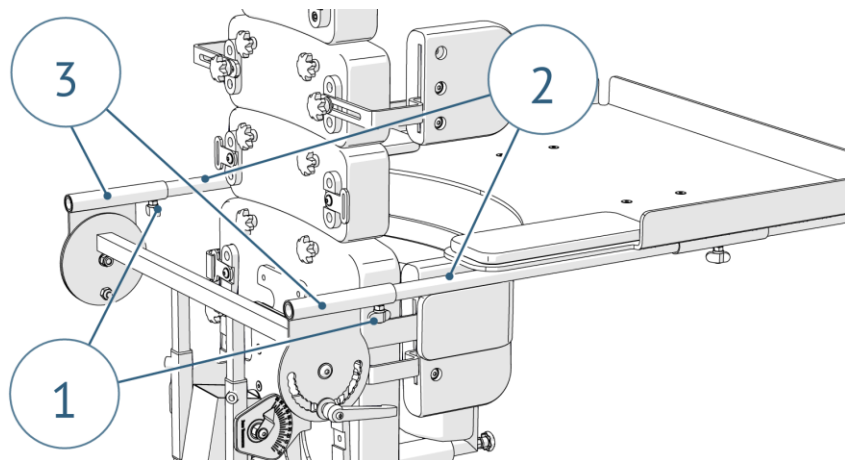

Рисунок 20. Изменение расположение стола
При изменении положения пользователя с заднеопорной в переднеопорную позицию (либо наоборот), ослабьте ручки-барашки (1) и извлеките направляющие (2) из кронштейнов (3). Переместите стол в нужное положение, установите направляющие (2) в кронштейны (3) и плотно затяните ручки-барашки (1) (**рис.20**).